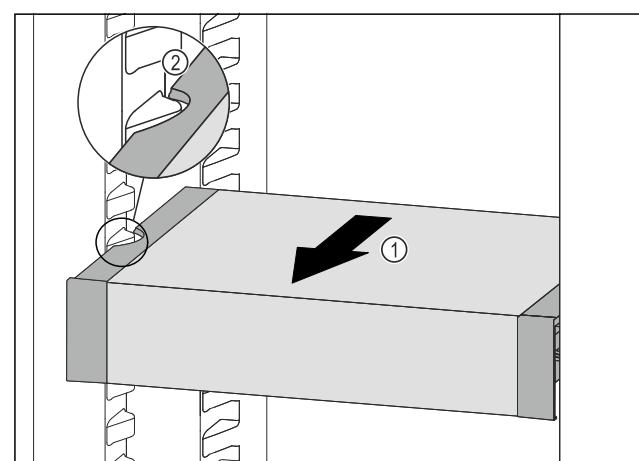

Fig. 115
- Predal VarioSafe povlecite naprej Fig. 115 (1), dokler nista stranska izreza predala VarioSafe na višini nastavka za posodo v hladilniku. Fig. 115 (2)